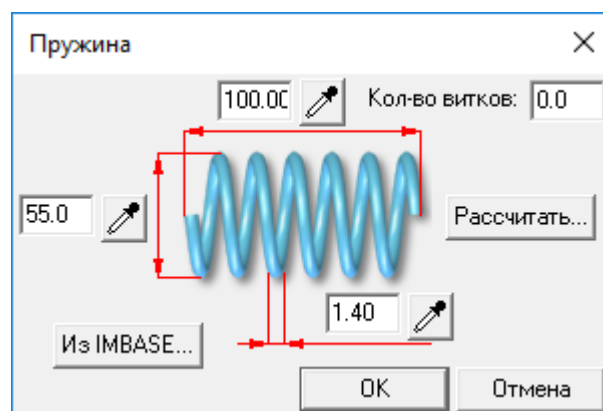
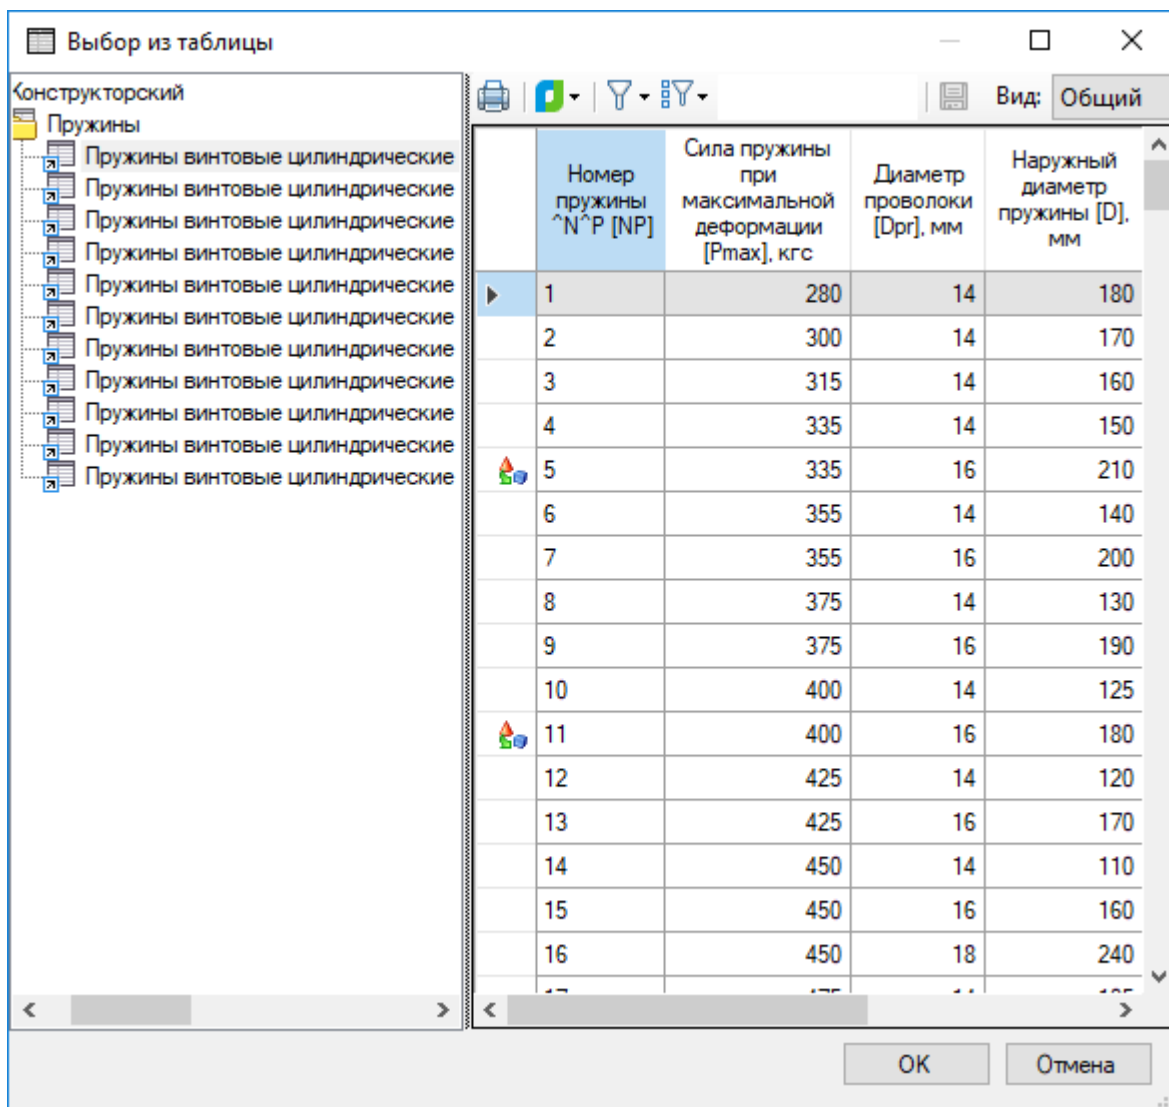

Рисунок 3-39
Рисунок 3-41
**Ввод с клавиатуры** - Рисунок 3-39. При вводе параметров с клавиатуры необходимо последовательно определить их значения в соответствующих полях ввода диалогового окна **Пружина**.
**Заимствование параметров со сборки** - Рисунок 3-39. Для заимствования параметров (длины и/или диаметра) необходимо нажать кнопку  и указать, существующие на сборке: круговое ребро или цилиндрическую поверхность – при определении диаметра, или два объекта (ребра, плоскости и пр.), расстояние между которыми будет передано в значение длины пружины.
**Выбор пружин из таблицы IMBASE** - Рисунок 3-39. Для выбора стандартной пружины необходимо нажать кнопку **Из IMBASE**  и затем в появившемся окне (Рисунок 3-41) определить класс и разряд пружины. Чтобы выбрать требуемую пружину необходимо установить курсор на запись с нужным номером и нажать кнопку **ОК**. Параметры выбранной пружины будут переданы в диалоговое окно, после чего необходимо указать с клавиатуры количество витков и длину.
**Расчет пружин** - Рисунок 3-39. В некоторых случаях потребуется произвести расчет пружины под определенные условия. Для расчета необходимо нажать кнопку **Рассчитать** диалогового окна **Пружины**.